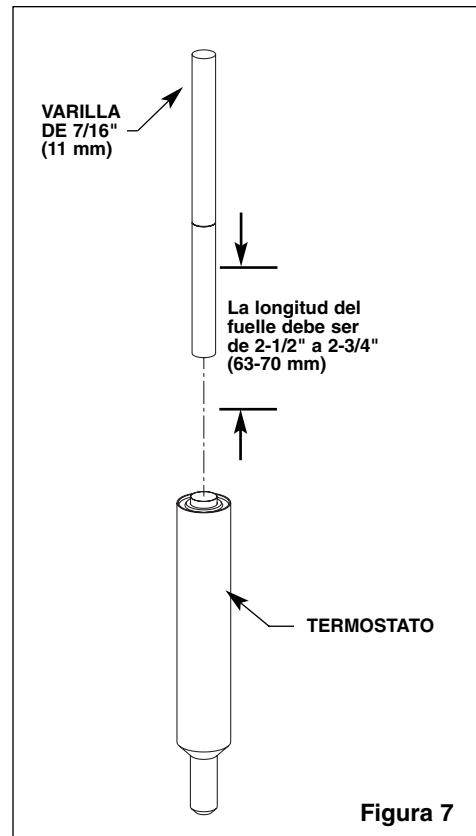

Figura 7
2. Inserte una varilla de 7/16" (11 mm) de diámetro dentro del fuelle del termostato. Marque la longitud de la varilla dentro del fuelle (vea Figura 7).
3. Marque la longitud del fuelle del termostato [a temperatura ambiente, con 10 libras (4,45 kg / 44,5 N) de fuerza, la longitud del fuelle debe ser aproximadamente 2-2/3" (67 mm)] (vea Figura 7).